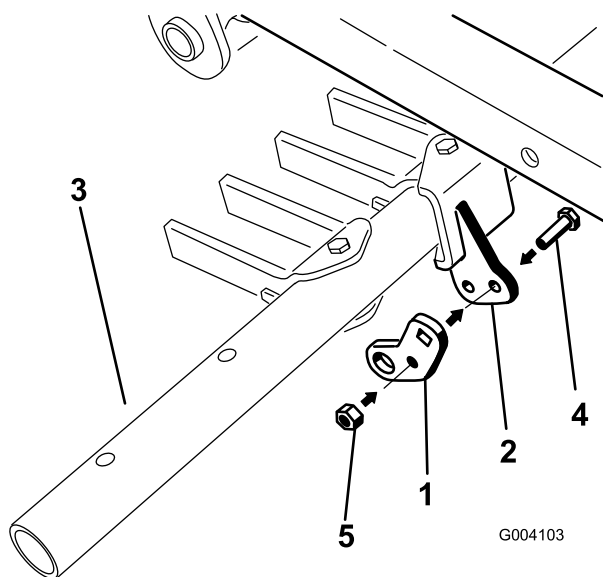

Figura 14
2. Fissate, senza serrarlo, il foro centrale dell'aletta di articolazione alla staffa orientabile della barra attrezzi mediante un bullone (5/16 x 1 poll.) e un dado di bloccaggio (5/16 poll.) (Figura 14).